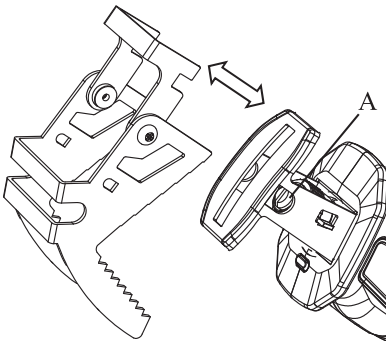
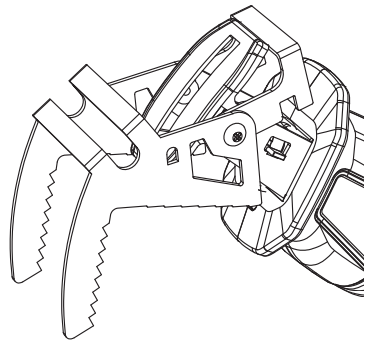
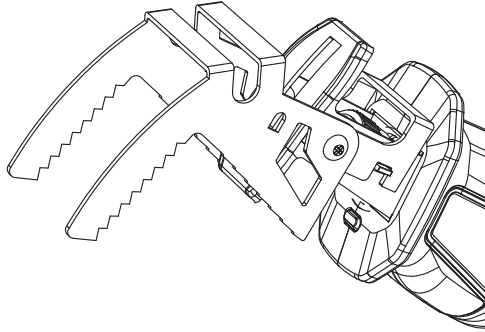

Figura 4
Figura 5
Figura 6
Al instalar la mordaza de sujeción, encaje la mordaza de sujeción en la ranura de acuerdo con la dirección de la Figura 4(A); después de insertarlo, gírelo en la hebilla de acuerdo con la dirección de la Figura 5 (B) y fije toda la estructura. El efecto de renderizado final se muestra en la Figura 6.